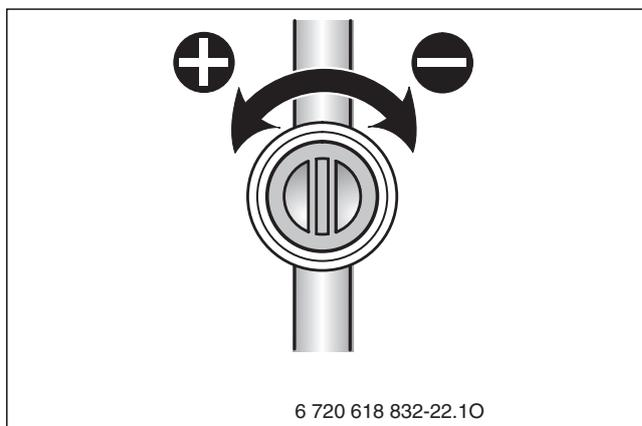

Fig. 55
- ▶ Agendo sulla valvola di regolazione della portata del gas (fig. 55), impostare il valore di CO₂ corrispondente alla potenza termica nominale risc., come da tabelle 32 e 33.